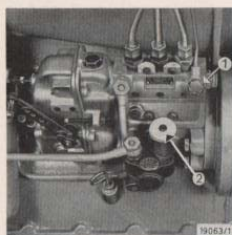

Figure 16
Lorsque le moteur est équipé d'une pompe d'alimentation **Bosch** (Figure 16), il y a lieu de dévisser de 2 à 3 tours la vis 6 pans (1 fig. 16), de débloquer de quelques tours vers la gauche la poignée d'amorçage (2 fig. 16) de la pompe d'alimentation et d'actionner ensuite cette dernière jusqu'à ce que le combustible s'écoule franchement à la vis (1). Après avoir resserré cette dernière, l'opérateur aura soin de bloquer la poignée d'amorçage de la pompe d'alimentation.